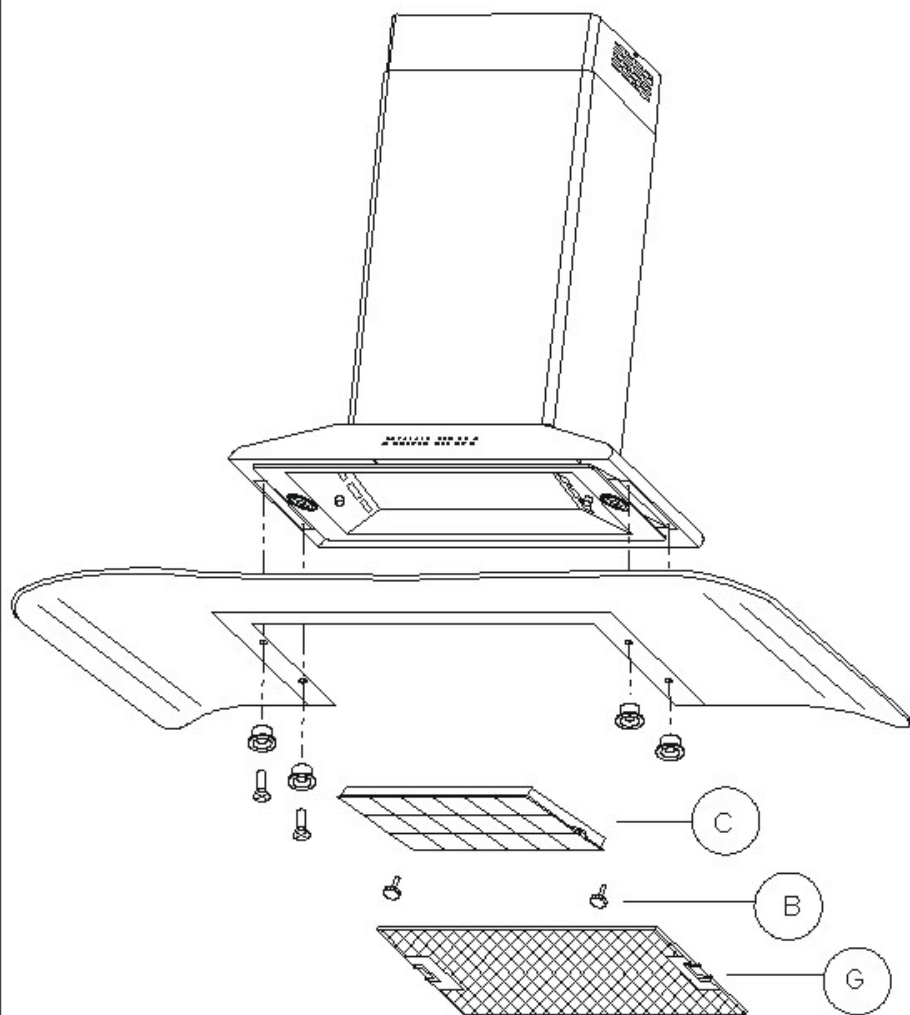

fig. 3
- 5) Breng de filter "C" aan met behulp van de knopjes "B" Afb.3
HET MONTEREN VAN HET ROOKKANAAL AFB.3
- 5) Вставить фильтр «С» при помощи маховичков «В» Рис. 3
- 4) Montare le due staffe come in **fig3**
- 5) Inserire il filtro "C" tramite i pomelli "B" Fig.3
- 7) Bloccare il cristallo con 4 viti M6x20 senza serrare a fondo **fig3**
- 5) Setzen Sie den Filter „C“ mittels der Knäufe „B“ Abbildung 3 entsprechend ein.
- 7) Befestigen Sie das Kristallglas mittels 4 Schrauben M6x20, ziehen Sie diese jedoch nicht ganz an. (**Abb. 3**)
- 5) Position the filter "C" using the knobs "B" (Fig. 3);
- 7) Secure the glass canopy in place using four M6x20 screws, without screwing them in fully (fig. 3);